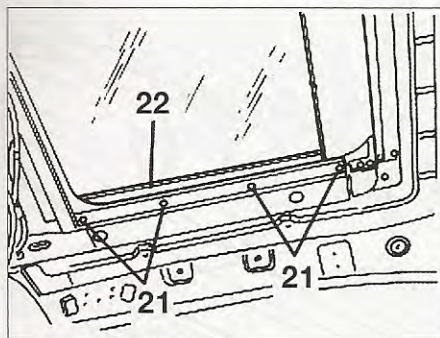

FIG. 62
- Desatornillar los tornillos de fijación (21) de los patines (22) de la cortina transparente (fig. 62).
- Desmontar los patines (22).